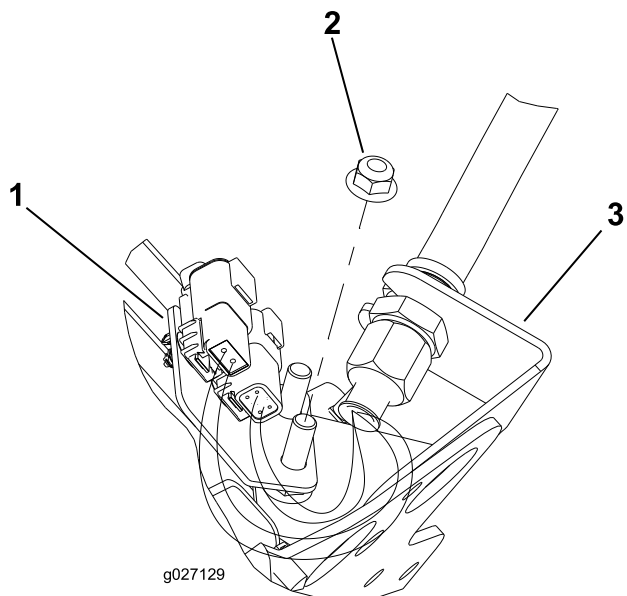
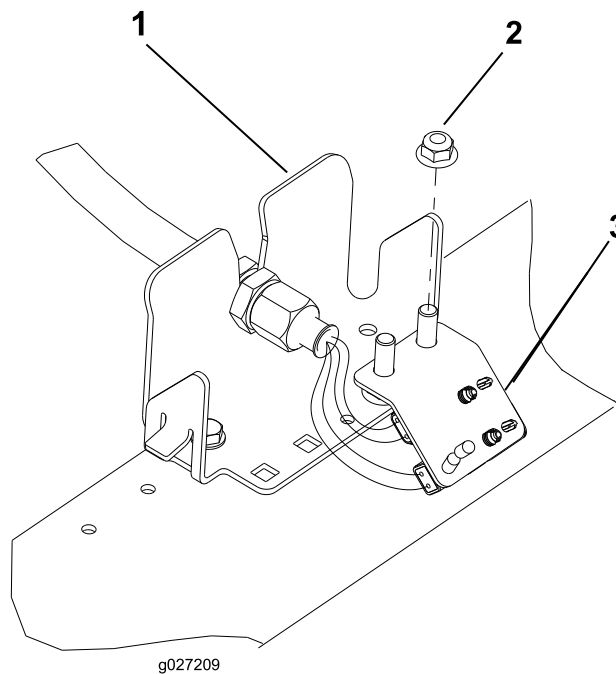

図 13
図 16
6. 残りのバルクヘッド 4 個 についても同じ作業を行う。 図 13-図 16 を参照。